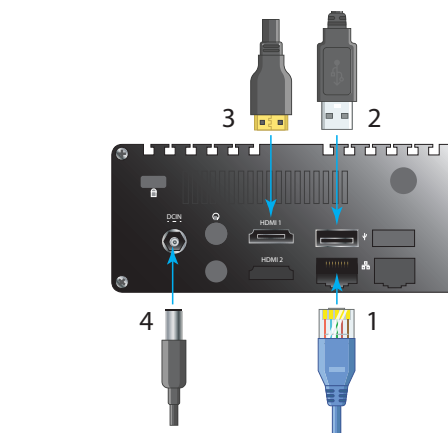

Fig. 1.7
- 8 Connectez les câbles (voir Fig. 1.7 pour chaque étape) :